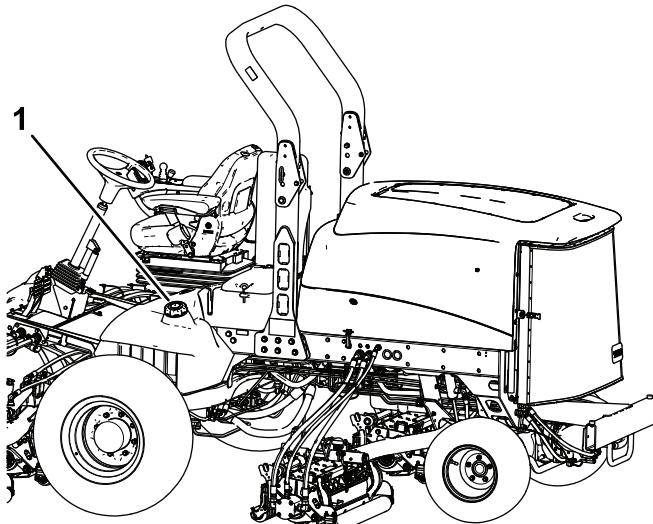

Figura 34
- Retire el tapón del depósito de combustible (Figura 34).